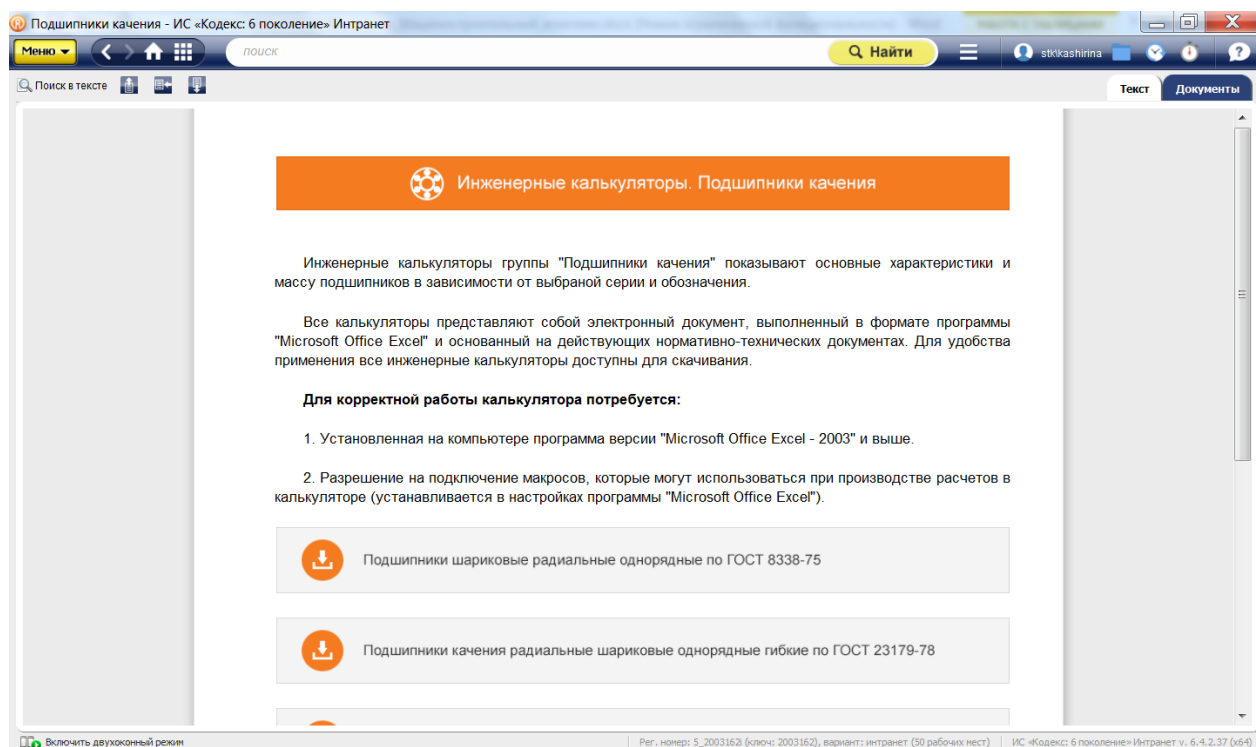

Рис. 26. Страница «Инженерные калькуляторы. Подшипники качения»
3.5. Инженерные калькуляторы (рис.26).